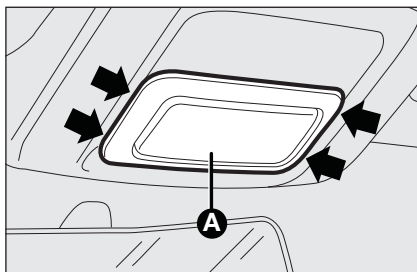

fig. 25
- ☐ à l'aide du tournevis fourni, extraire le plafonnier **A**-fig. 25 en agissant sur les points indiqués par les flèches ;